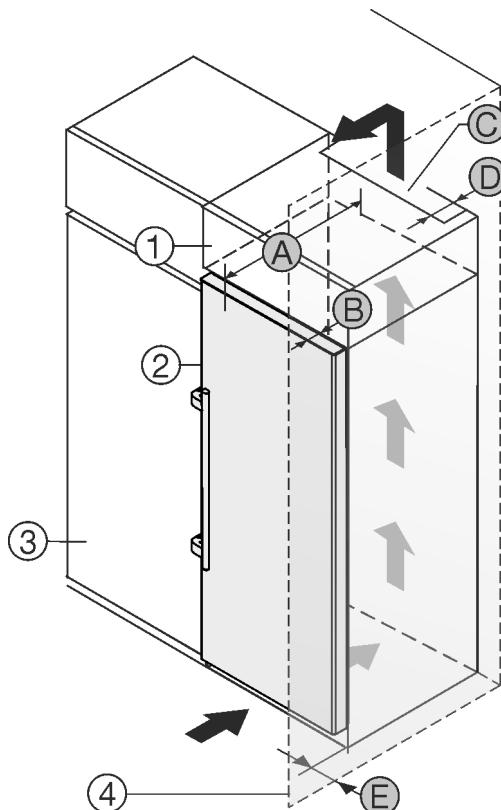

Fig. 1
An der Rückseite des Aufsatzschrankes muss ein Abluftschacht mit der Tiefe Fig. 1 (D) über die gesamte Aufsatzschrankbreite vorhanden sein.
Unter der Raumdecke muss der Entlüftungsquerschnitt Fig. 1 (C) eingehalten werden.
Wenn Sie das Gerät mit den Scharnieren neben einer Wand Fig. 1 (4) aufstellen, dann muss der Abstand zwischen Gerät und Wand mindestens 57 mm betragen. Dies entspricht dem Griffüberstand bei geöffneter Tür.
Damit Sie die Tür vollständig öffnen können, muss das Gerät um die Türtiefe Fig. 1 (B) gegenüber der Küchenschrankfront vorstehen. Abhängig von der Tiefe der Küchenschränke Fig. 1 (3) und Verwendung von Wandabstandshaltern kann das Gerät weiter herausragen.